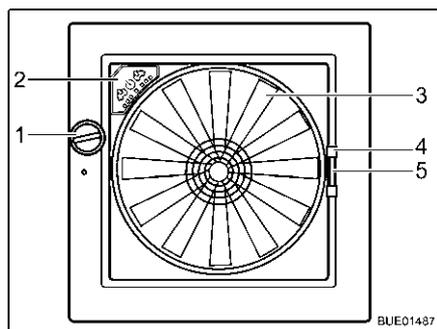

Fig. 62 Claraboya Omni-Vent
- Abrir:** ■ Girar el botón giratorio (Fig. 62,1) hasta alcanzar el ángulo de apertura deseado.
- Cerrar:** ■ Girar el botón giratorio (Fig. 62,1) hasta que la claraboya esté completamente cerrada.
- Cerrar:** ■ Tirar del tirador (Fig. 62,4) de la protección contra insectos hacia el lado opuesto del marco.
- Cerrar:** ■ Comprimir el tirador (Fig. 62,5) del oscurecedor.
Cuando la claraboya está abierta, el interior del vehículo se puede ventilar con el ventilador de 6 niveles (Fig. 62,3). El ventilador se maneja a través del cuadro de mando (Fig. 62,2).